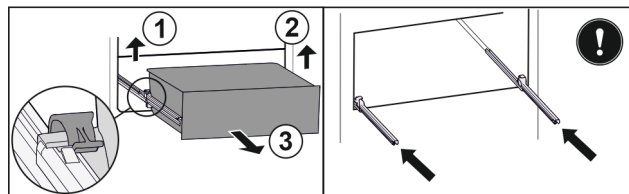

Fig. 180
- Ngrini lart kapësen e majtë dhe në të njëjtën kohë tërhiqni nga përpara sirtarin e majta. Fig. 180 (1)
- Ngrini lart kapësen e djathtë dhe në të njëjtën kohë tërhiqni nga përpara sirtarin nga e djathta. Fig. 180 (2)
- Hiqeni sirtarin nga përpara. Fig. 180 (3)